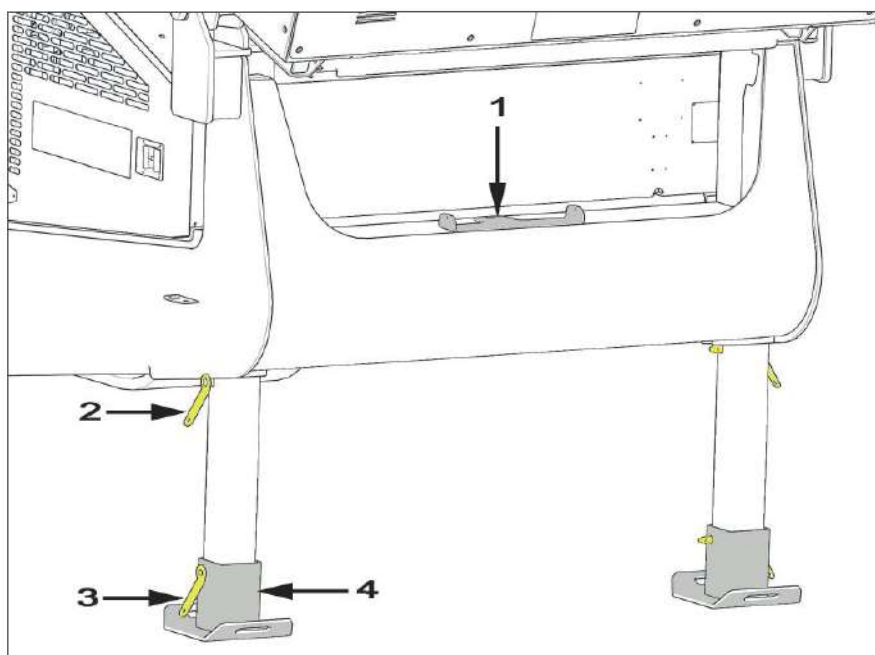

Figure 5.12 - Steunpoten toevoerband
1. Verwijder de pennen van de schoenen van de steunpoten van de toevoerband (3) en de pootpennen (2) op afb. 5.12.
3. Plaats de schoenen van de steunpoot in de transportpositie (1) op afb. 5.12.